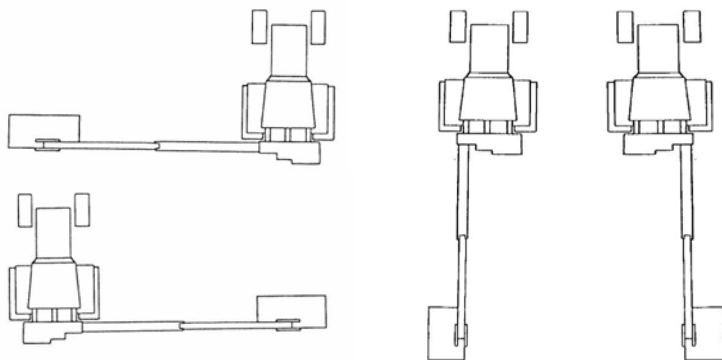

Fig. 35
- Aprire completamente la macchina ("Fig. 35");